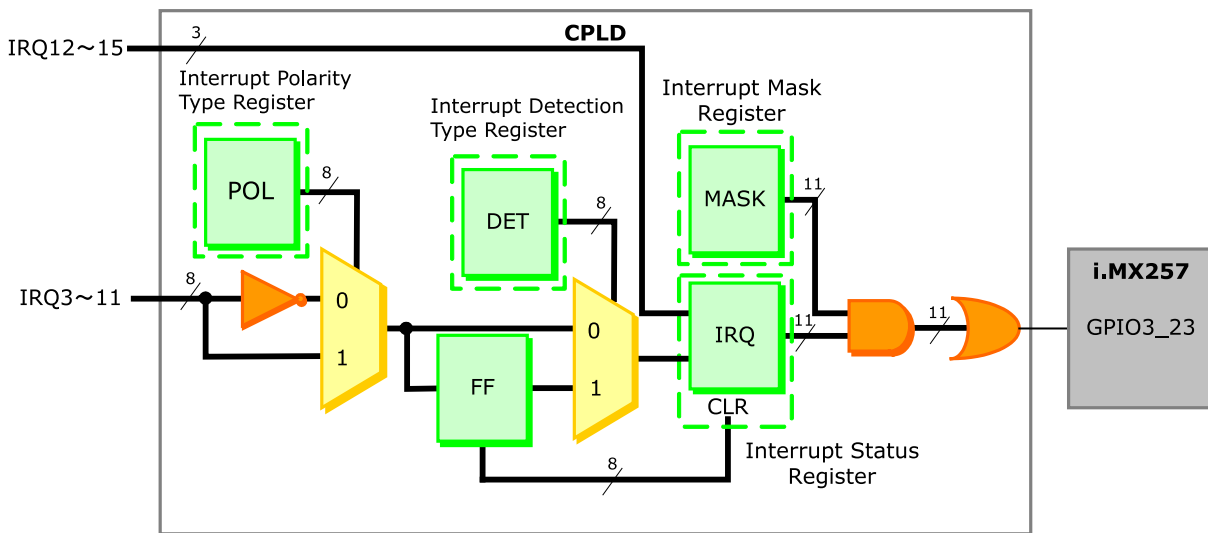

図 6.6 割り込みコントローラの仕組み
割り込みコントローラの仕組みを「図 6.6. 割り込みコントローラの仕組み」に示します。IRQ3～IRQ7、IRQ9～IRQ11 は、Ext Interrupt Polarity Type Register (POL) と Ext Interrupt Detection Type Register (DET) により割り込み検出の種類を選択することができます。割り込み検出を LEVEL に設定した場合はそのままの値を確認でき、EDGE に設定した場合はフリップフロップ (FF) に保持した値を確認できます。FF の値は CLR 信号が入力されるまで保持されます。割り込みの状態は Ext Interrupt Status Register (IRQ) により確認できます。これらの割り込み信号は Interrupt Mask Register (MASK) によりマスク処理され、すべての割り込み信号の OR をとって、CPU に割り込みが通知されます。